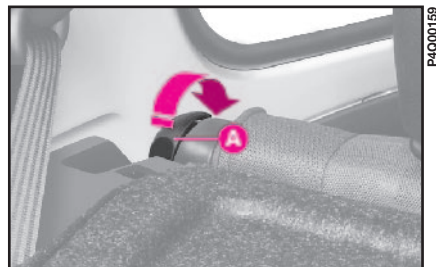

fig. 70
3) Levante las palancas **A**-fig. 70 (dos situadas en el lado exterior del respaldo) e incline el respaldo hacia adelante desplazando lateralmente el tramo de cinta de los cinturones de seguridad laterales.